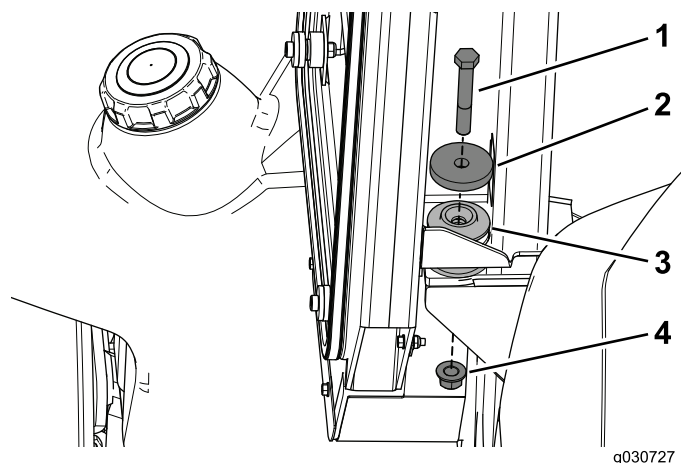

図 24
3. ボルト1/2 x 3-1/4 インチ、ワッシャ直径2-1/4 インチ、ロックナットを使って、キャブを後マウントに固定する 図 24。